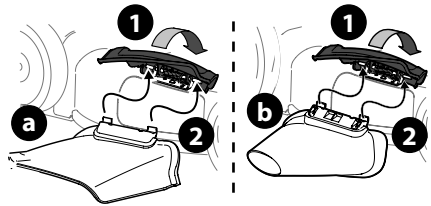

Figure 14
1. Relevez le bouchon de déchetage. Voir Figure 14.